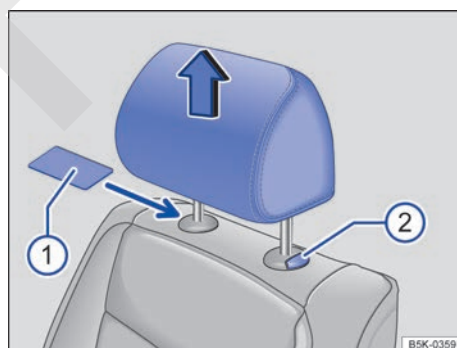

Fig. 77 Desmontaje de los apoyacabezas delanteros.
- Dado el caso, para desbloquearlo puede introducir un objeto plano (p. ej., una tarjeta de plástico → fig. 77 ①) entre el tapizado del respaldo y la tapa de la barra del apoyacabezas.
- Extraiga el apoyacabezas mientras presiona la tecla ② hasta el tope.